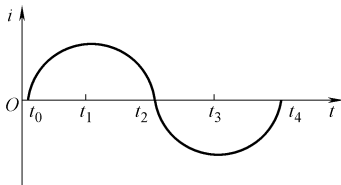

图4-7 示意图
3) 电流变化规律。如图4-7所示,在 $t_0$ 处,电流大小为零,到 $t_1$ 时增大到正方向的最大值,称这一值为振幅或峰值。到 $t_2$ 时,电流又为零。从 $t_2$ 开始,由正半周变化到负半周,在负半周内电流为负值,即电流方向与正半周时相反。当到 $t_3$ 时,为负半周的最大值。到 $t_4$ 时,电流又为零。